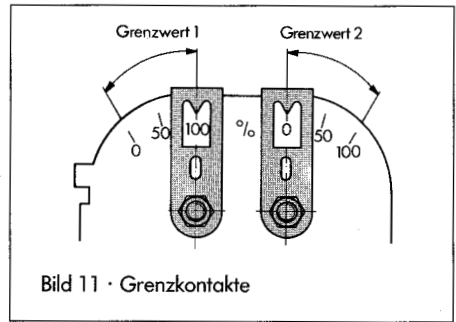

Bild 11 · Grenzkontakte
5.2 Einstellen der Grenzkontakte (Bild 11)